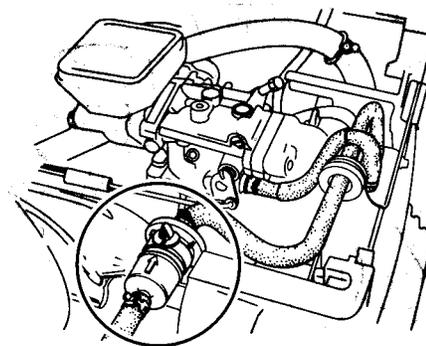

Abbildung 16. Kraftstofffilter
1. Tauschen Sie den Kraftstofffilter (Abbildung 16) alle 200 Stunden.